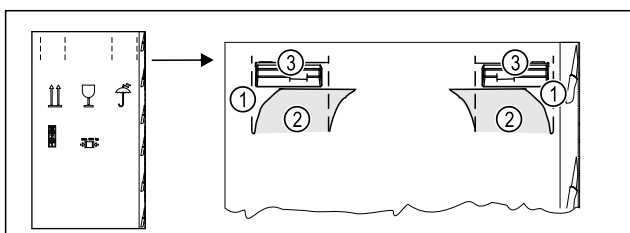

Fig. 4
- ▶ Vtlačte obalový karton nahoře na perforaci Fig. 4 (1).
- ▶ Vytáhněte vtlačené spojky Fig. 4 (2).
- ▶ Pravá a levá rukojeť Fig. 4 (3) je viditelná.
- ▶ Držte spotřebič za rukojeť Fig. 4 (3).